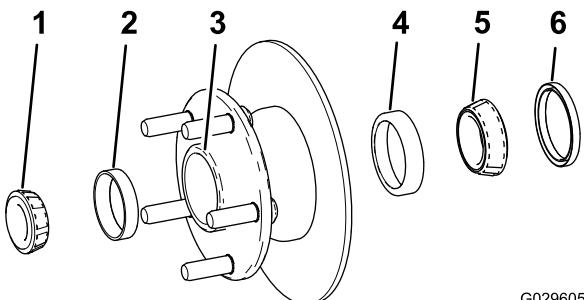

Рисунок 31
- Снимите наружный подшипник и кольцо подшипника со ступицы (Рисунок 31).
- Снимите уплотнение, внутренний подшипник и кольцо подшипника со ступицы (Рисунок 31).
- Очистите полость ступицы от всей консистентной смазки, грязи и мусора (Рисунок 31).
- Установите внутреннее и наружное кольца подшипника в ступицу (Рисунок 31).
- Заполните полость ступицы на 50-80% консистентной смазкой указанного типа (Рисунок 31).
- Установите внутренний подшипник на кольцо с внутренней стороны ступицы и установите уплотнение (Рисунок 31).